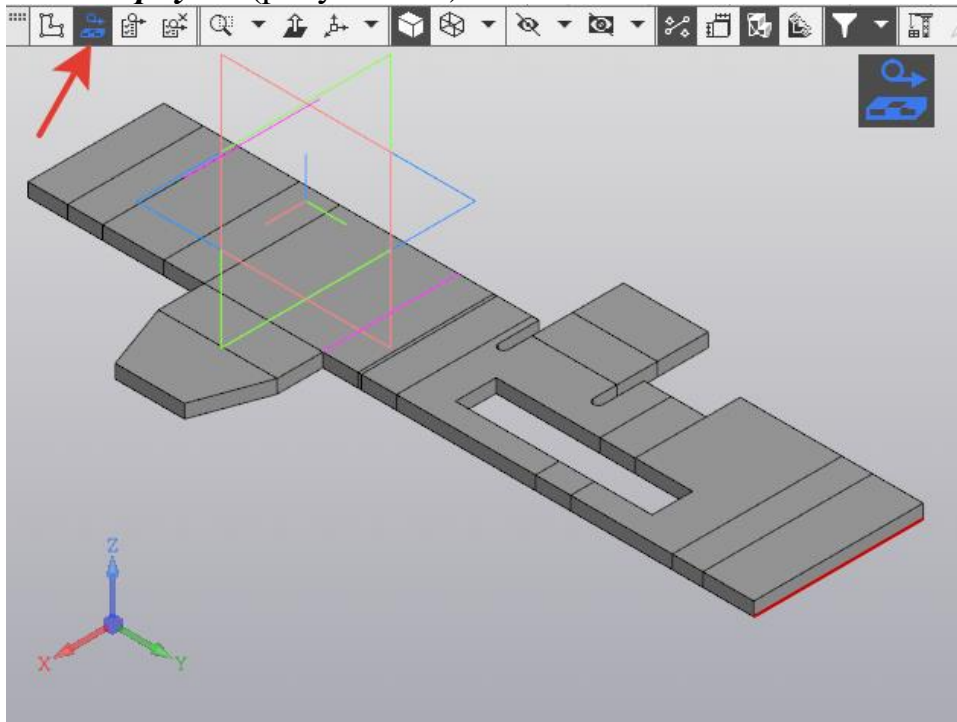

Рисунок 64.
30. Согнуть листовую деталь обратно. На панели быстрого доступа нажмем  **Развернуть** (рисунок 64).